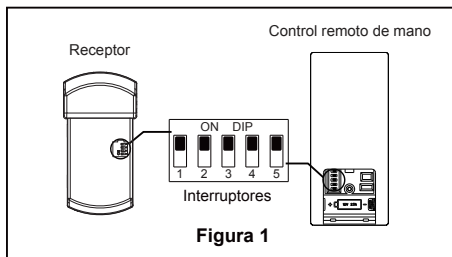

Figura 1
Uso de perfil bajo (Figura 1)
- ☐ 1. Extraiga las cuatro pestañas estabilizadoras y la bolsa de plástico del motor. Deshágase de las pestañas estabilizadoras. (Figura 1)
- ☐ 1. Extraiga la pieza de la bola colgante de la unidad de la bola colgante / varilla aflojando el tornillo de presión de la bola colgante hasta que la bola se libere de la varilla. Retire el pasador del barral y luego extraiga la semiesfera. Conserve el pasador y la semiesfera para su reinstalación en el Paso 6. (Figura 1)
Para evitar una posible descarga eléctrica, asegúrese de cortar la alimentación eléctrica de la caja de fusibles principal antes de colgar el ventilador. (Figura 1)
- ☐ 1. Para configurar el código de unidad del receptor. Deslice los interruptores de código a las mismas posiciones que en el transmisor. (Figura 1)
1. Instale la cubierta rotando la ranura clave en la cubierta sobre el tornillo de hombro del soporte del gancho, teniendo cuidado de no pillar los cables. Fije el tornillo de hombro. Instale adecuadamente y fije el segundo tornillo de hombro que fue anteriormente guardado. (Figura 1)
1. Extraiga uno de los tres tornillos del soporte ubicado en la parte inferior de la unidad del motor. Guárdelos para después y afloje levemente los otros dos tornillos. (Figura 1)
- ☐ 1. **IMPORTANTE:** El uso de un regulador de la intensidad completa (no incluido) para controlar la velocidad del ventilador dañará el dispositivo. Para reducir el riesgo de incendio o descarga eléctrica, no utilice dicho regulador para controlar la velocidad del ventilador. (Figura 1)
- ☐ 1. Instalación de la placa de la pared: (Figura 1)